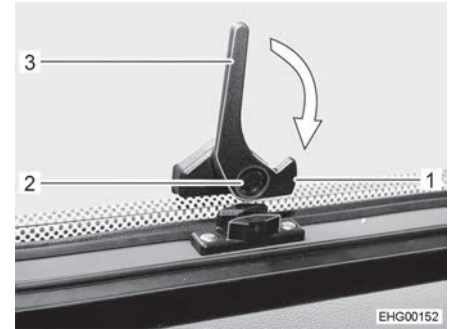

Bild 41 Låsarm, nedtill (i läget "öppet")
- Tryck på låsknappen (Bild 41,2) på låsarmen nedtill (Bild 41,3) och håll den nedtryckt.
- Sväng låsarmen nedtill (Bild 41,3) en kvarts varv mot fönsterkarmen tills låsspaken (Bild 41,1) hakar fast.